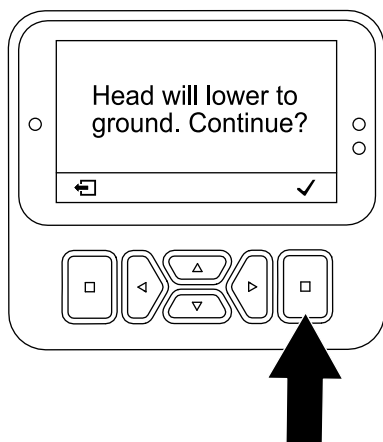

Figura 107
7. No ecrã Head Will Lower (**Figura 107**), prima o botão de selecção.